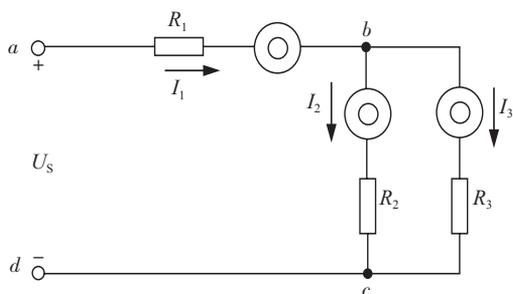

图 1-23 测量电压、电流的实验电路
测试电路如图 1-23 所示。
(3) 按图 1-23 所示的实验电路接线，图中“ $\text{—}\odot\text{—}$ ”为电流测量插口，平时为接通状态，当电流表的插头插入时，该处电路自行断开，电流表经过插头串联接入电路，电流表的读数就是该支路流过的电流大小。
(4) 用直流电流表测量电路中的电流  $I_1$ 、 $I_2$ 、 $I_3$ ，用直流电压表测量电路中的电压  $U_{ab}$ 、 $U_{bc}$ 、 $U_{cd}$ 、 $U_{bd}$ ，并将读数填入表 1-1。